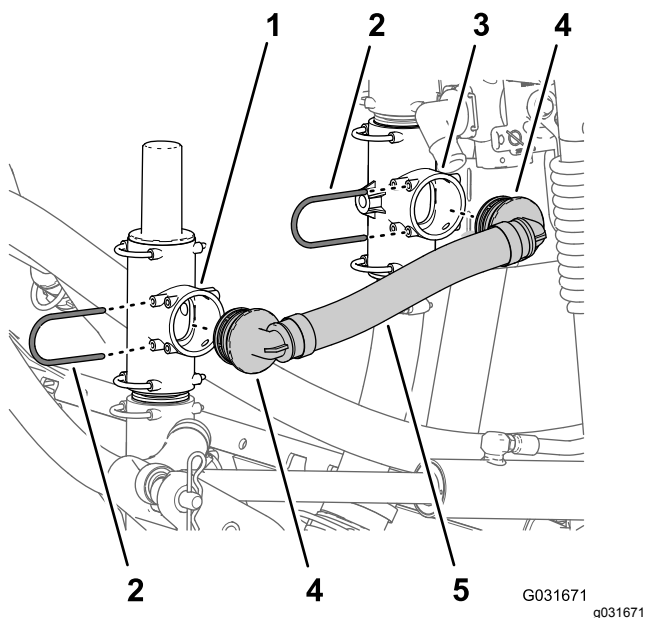

Figure 224
1. Alignez le raccord à 90° du flexible de décharge de pression (réf. Toro 131-9647) et l'orifice ouvert dans le clapet de décharge, puis insérez le raccord à 90° jusqu'à ce qu'il soit parfaitement engagé dans le raccord en T (Figure 224).
2. Fixez le raccord à 90° au clapet de décharge avec l'étrier (Figure 224) que vous avez retiré à l'opération 1 de Montage du dévidoir pivotant sur le support de collecteur (page 87).
parfaitement engagé dans le raccord en T (Figure 224).
4. Fixez le raccord à 90° au raccord en T supérieur avec l'étrier (Figure 224) que vous avez retiré à l'opération 2 de Montage du dévidoir pivotant sur le support de collecteur (page 87).
5. Fixez le raccord droit cannelé sur la vanne de coupure de produit (Figure 224) à l'aide d'un étrier (réf. Toro 131-0235).